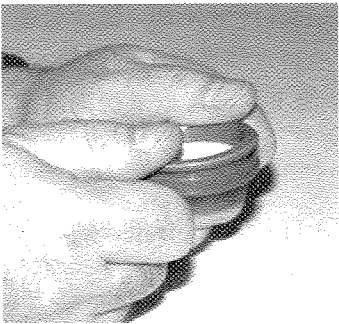

图 2-57 合上滤膜匣子
- (5)合上滤膜匣子(图 2-57);
- (6)将滤膜安装到滤膜支架上,匣子的“顶”和滤膜表面朝外;
- (7)将凹口与锁盘对齐,并将滤膜托架安装到仪器上。顺时针转动托架锁定。注意:不要将滤膜托架旋得过紧。密封效果来自 O 形环,而不是旋转力;
- (8)关上小滤膜门。